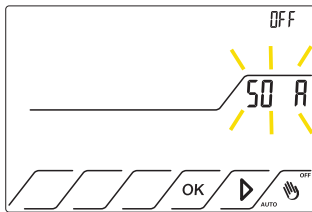

Fig.42
11.2.2 Premere il tasto ► fino a far comparire la scritta **SO A** lampeggiante. Il suo stato è in OFF. Fig.42